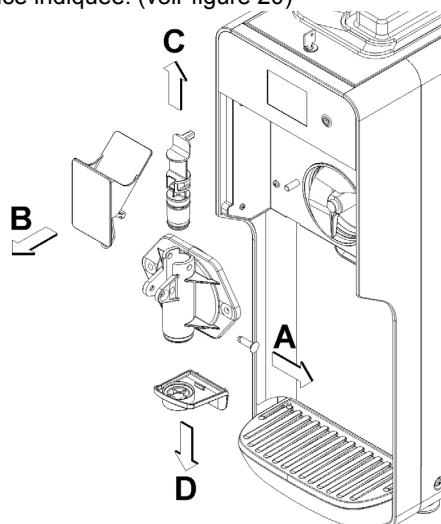

figure 20
- 6** Enlever le groupe du robinet et le démonter en respectant la séquence indiquée. (voir figure 20)